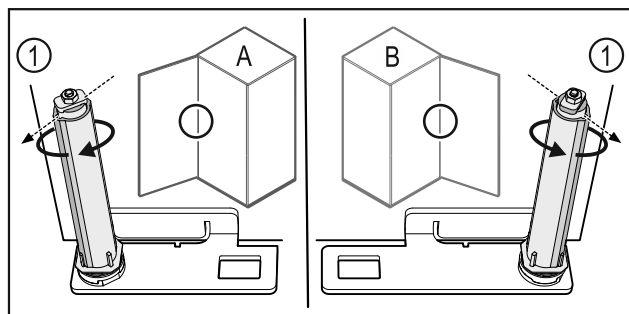

Fig. 56 Links scharnierend (A) / rechts scharnierend (B)
- ▶ Sluitsysteem tegen de weerstand in draaien tot het schot van het sluitsysteem Fig. 56 (I) naar buiten wijst.